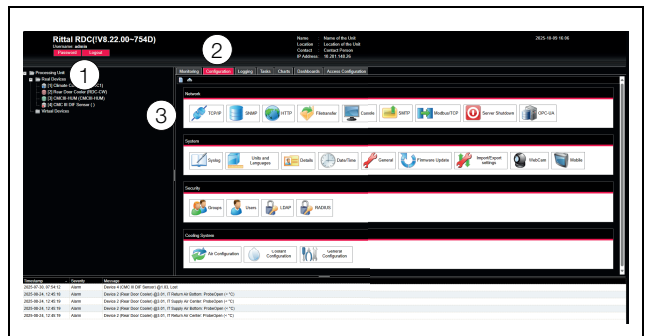

Abb. 58: Anpassen der TCP/IP-Einstellungen
Es erscheint das Übersichtsfenster des Geräts (Abb. 58).
- Klicken Sie im linken Teilbereich des Übersichtsfensters (Navigationsbereich) auf den Eintrag **Processing Unit** (Abb. 58, Pos. 1) und im rechten Teilbereich (Konfigurationsbereich) auf die Registerkarte **Configuration** (Abb. 58, Pos. 2).
- Klicken Sie im Gruppenrahmen **Network** auf die Schaltfläche **TCP/IP** (Abb. 58, Pos. 3).